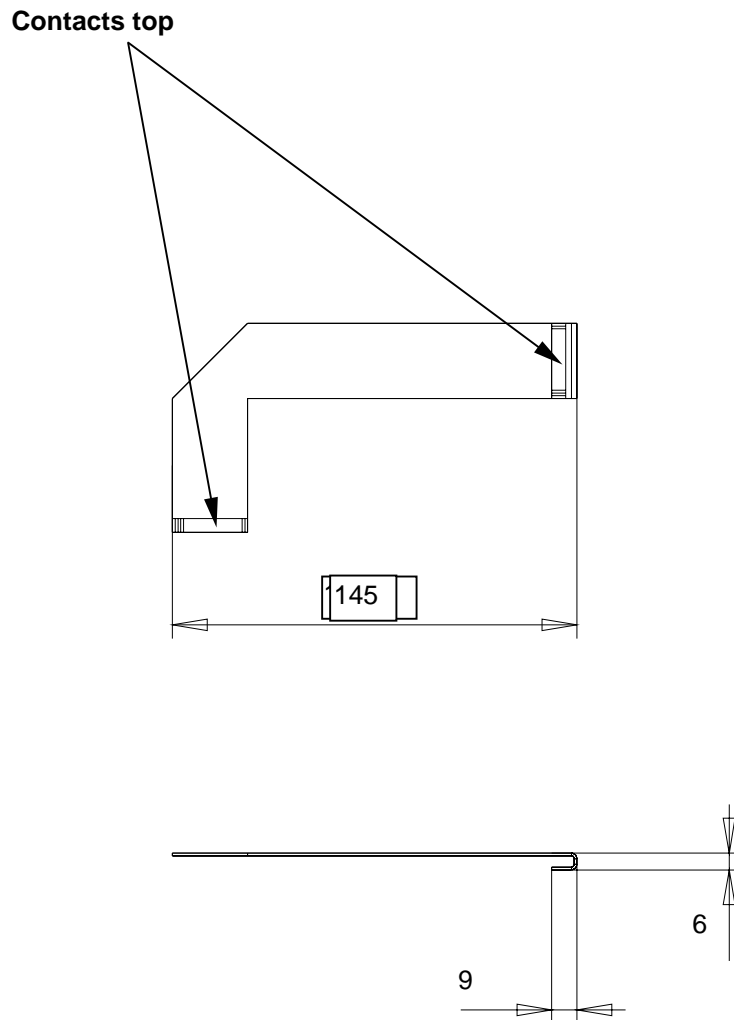

Fig. 3
- Fold up flat cable (Fig. 3).